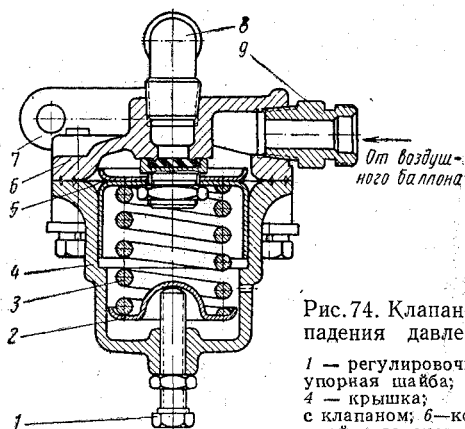

Рис. 74. Клапан-ограничитель падения давления воздуха:
**Клапан-ограничитель падения давления воздуха** (рис. 74) разобщает систему регулирования давления воздуха в шинах при понижении давления от системы пневматического привода тормозов, чтобы в тормозной системе сохранилось давление воздуха, необходимое для обеспечения безопасности движения автомобиля. Если в тормозной системе давление воздуха ниже  $4,5 \text{ кг/см}^2$ , накачка шин невозможна. Клапан-ограничитель подает воздух в систему регулирования давления воздуха только тогда, когда давление в системе тормозов превышает минимальное, обеспечивающее нормальную работу системы.